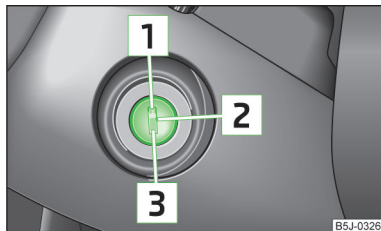

Fig. 107
- Durante la marcia con motore fermo, la chiave d'accensione deve sempre essere collocata in posizione **[2]** » fig. 107 a pagina 111 (accensione attivata). Questa posizione è segnalata dall'accensione delle spie di controllo. In caso contrario lo sterzo potrebbe bloccarsi inaspettatamente - pericolo d'incidente!
- Il motorino di avviamento può essere attivato esclusivamente se il motore e il veicolo sono spenti. Se il motorino di avviamento viene azionato a motore in funzione **[3]** » fig. 107 a pagina 111, il motorino di avviamento o il motore potrebbero danneggiarsi.
Motori a benzina » fig. 107
Motori diesel » fig. 107
Quando lo **sterzo è bloccato** e non è possibile girare la chiave oppure è possibile portarla solo a fatica in posizione **2** » fig. 107, lo sterzo deve essere spostato verso l'alto e verso il basso, per sbloccare il bloccasterzo.
- Inserire l'accensione **2** » fig. 107 a pagina 111.
Spegnere il motore portando la chiave di accensione in posizione **1** » fig. 107 a pagina 111.